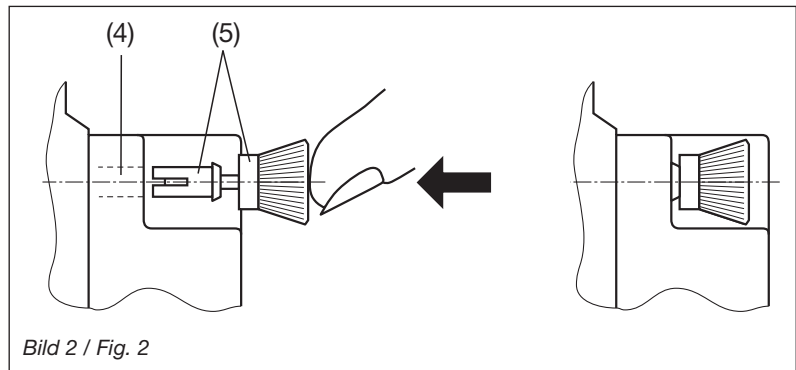

Bild 2 / Fig. 2
Zur mechanischen Sicherung die vier mitgelieferten Kunststoff-Spreiznieten (5) in die dafür vorgesehenen Löcher (4) eindrücken (Bild 2).
Pour assurer mécaniquement le montage, enficher les 4 rivets spéciaux en matière plastique (5) dans les trous correspondants (4), (Fig. 2).
To attach the module, insert the four plastic push-rivets (5) in the mounting holes (4) (fig. 2).